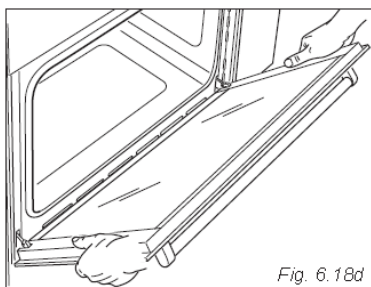

Fig. 6.18d
- Segure a porta como mostrado na fig. 6.18d.